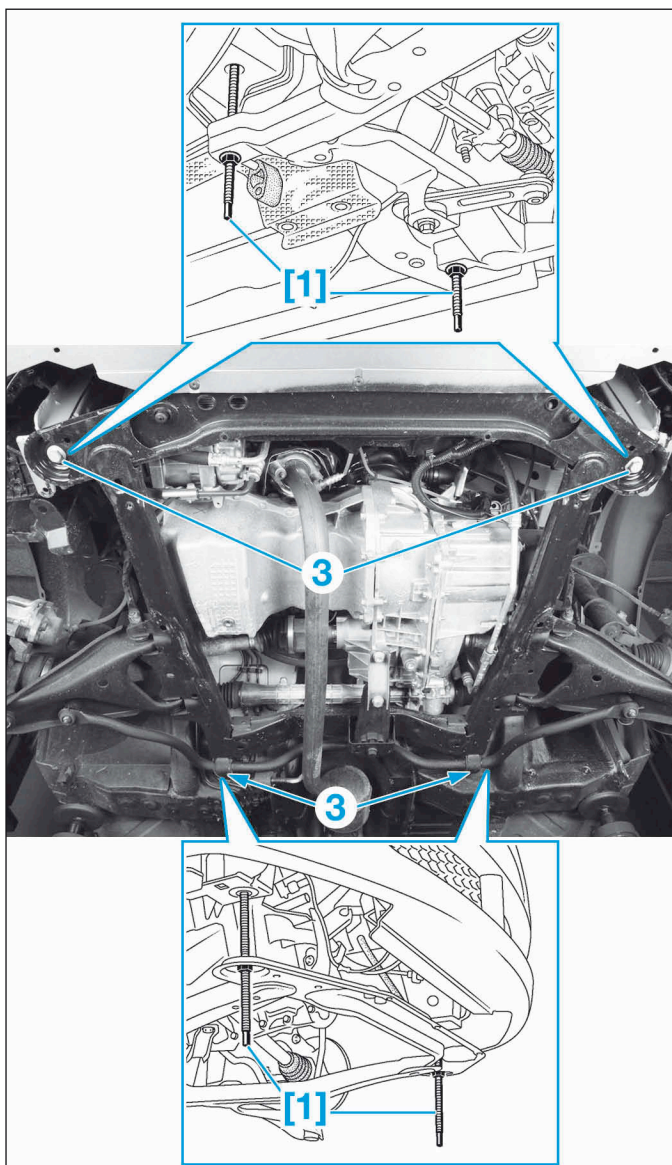

FIG.11
- [1]. Tiges filetées (référence : Tav. 1747) (Fig.11).
- Déposer une par une les fixations de berceau (3) et les remplacer au fur et à mesure par les outils [1] (Fig.11).